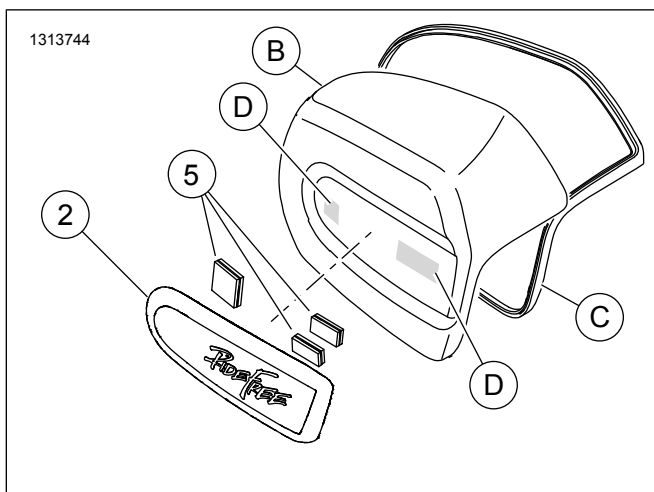

Figure 4. Pièces de rechange, kit de garniture du filtre à air RideFree
1. Consultez Figure 4 . Laissez la fixation Dual Lock installée sur la garniture.
3. Appuyez fermement dans la zone de fixation (D) pour le fixer. Appuyez pendant 30 secondes.